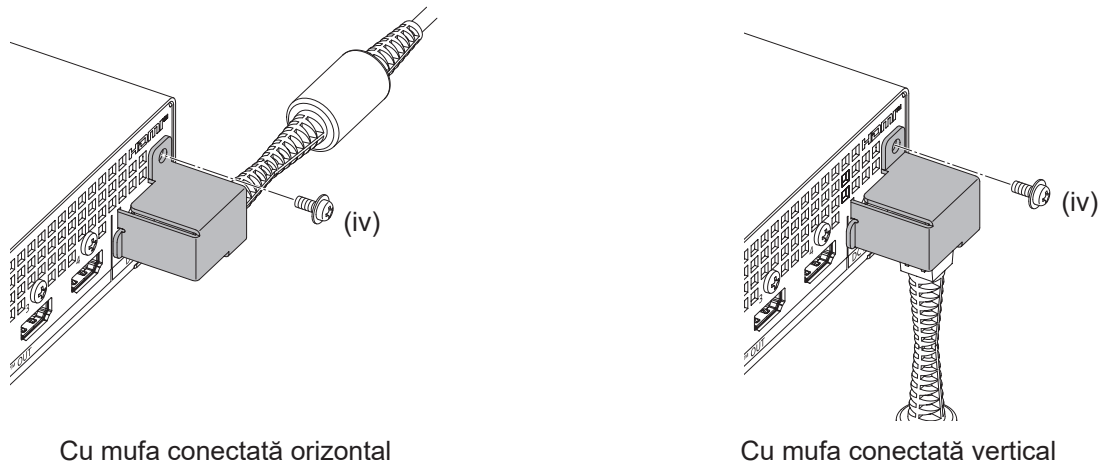

Fig. 3
3) Fixarea consolei de fixare a adaptorului c.a. (Fig. 3).